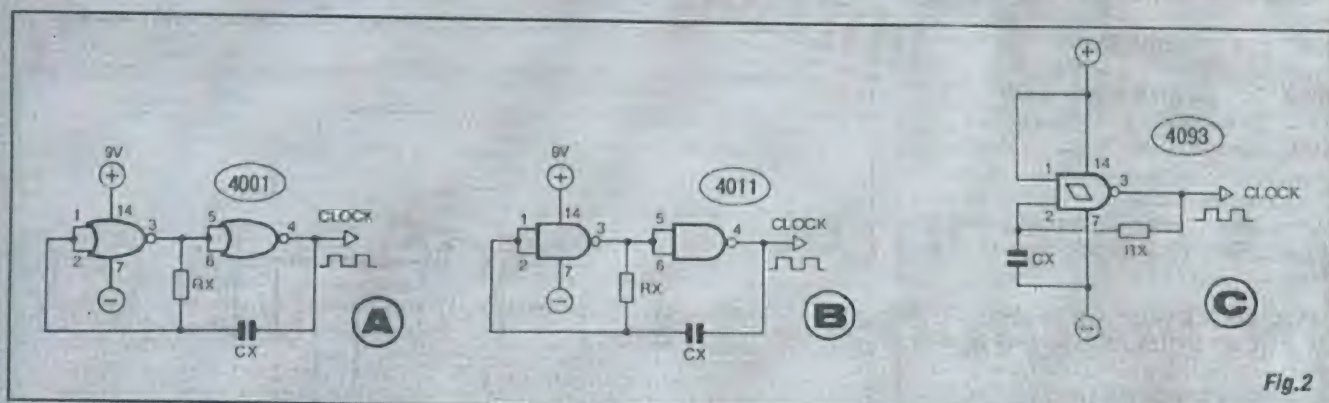

Fig. 2
- FIG. 2-A - CLOCK COM GATES NOR - Nada mais do que um ASTÁVEL com *gates* NOR, com Frequência determinada pelos valores de R_x e/ou C_x . O arranjo já foi estudado em "Aula" específica anterior, onde também foi vista a possibilidade de transformar o circuito num *clock* dotado de "terminal de autorização"...
- FIG. 2-B - CLOCK COM GATES NAND - Um ASTÁVEL com *gates* NAND, sempre com a Frequência dependente dos valores de R_x e/ou C_x . Também pode ser estruturado de forma a mostrar um terminal de "autorização", conforme visto em "Aula" anterior... Notar que os dois exemplos, 2-A e 2-B, também podem ser facilmente organizados com *gates* simples inversores...
- FIG. 2-C - CLOCK COM GATE SCHMITT TRIGGER - Dentro de estruturas puramente C.MOS, é - provavelmente - o mais simples arranjo de *clock*, já que utiliza, ativamente, apenas *um gate* (no caso um NAND contido num 4093...). A Frequência do "trem" de pulsos é determinada (como sempre...) pelos valores de R_x e/ou C_x ... Pode também ser dotado de terminal de autorização... Existe ainda a possibilidade de se organizar o arranjo a partir de um *gate* simples inversor, com função *Schmitt Trigger*...